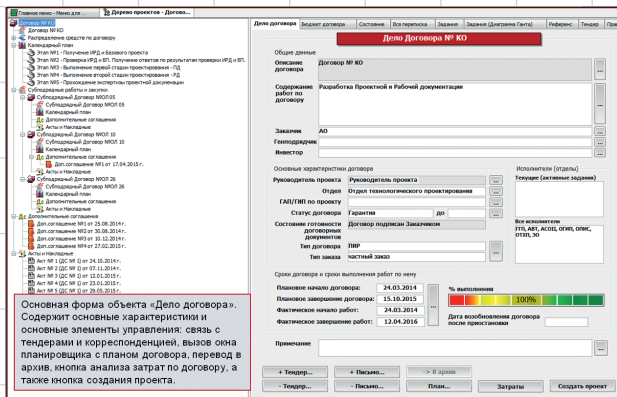

Рис. 39. Дело договора
- В деле договора можно видеть задания (по отделам, по работам), процент выполнения договора, бюджет, состояние договора и т.п. (рис. 39).